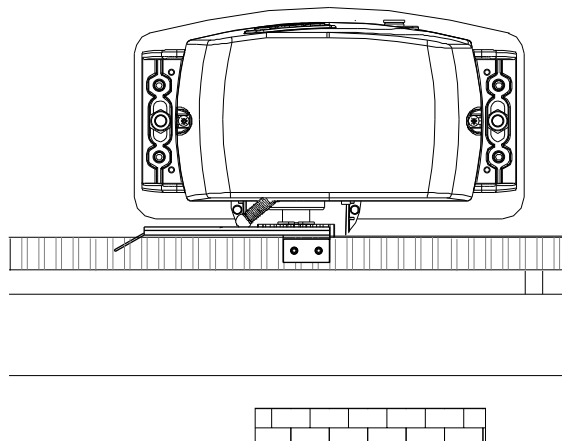

Fig. 14
- Posicionar la plaquita sobre la cremallera en modo de tener el final de carrera (palanquita en caso de final de carrera mecanico (Fig. 14); flechitas de indicacion puestas y en caso de final de carrera inductivo (Fig. 15)) en correspondencia con el punto x que se encuentra a 50 mm del lado doblado de la plaquita (fig. 16) y fijarla con los tornillos en dotacion (Fig. 17).